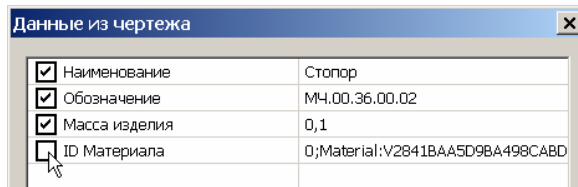

Рисунок 15 – Выбор передаваемых в ТП параметров
- 2 В открывшемся окне **Данные из чертежа** снимаем маркеры напротив тех параметров, которые не требуется импортировать из чертежа (рисунок 15).